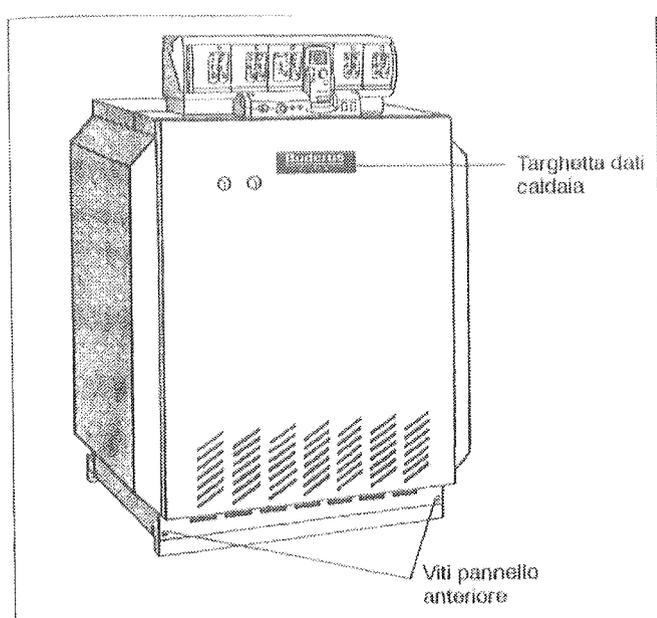

Fig. 35: G334 XZ
- Agganciare in alto il pannello anteriore della caldaia e avvitarlo in basso con le viti di fissaggio al pannello anteriore della caldaia (Fig. 35).
- Applicare la targhetta dati caldaia sulla parete anteriore della caldaia (Fig. 35).